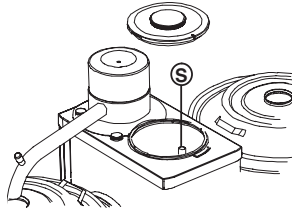

Fig. 22 Överlopps rör varmvattensystem
- Töm ut det sista vattnet genom överloppsroret. Drag härvid ut överloppsroret (S.), som sitter på varmvattenberedaren, vid den korta slangen (fig. 22).
- Töm ut det sista vattnet genom överloppsörret. Drag härvid ut överloppsörret (S., fig. 22 ).
- Drag härvid ut överloppsörret (S., fig. 22 ).